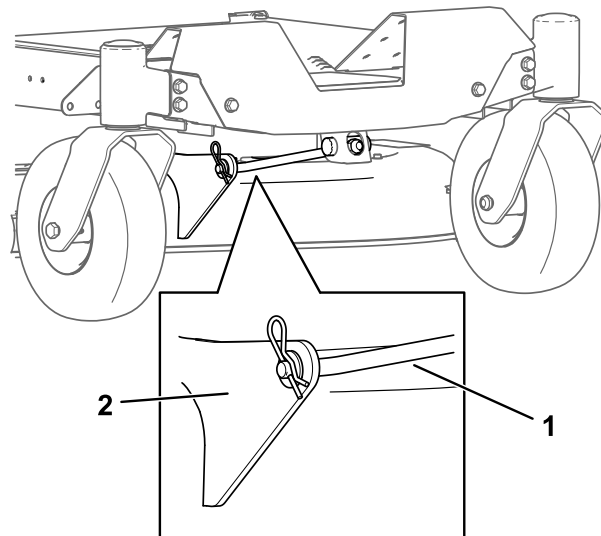

Figura 74
5. Remova o perno de gancho da barra de suporte da frente e remova a barra do suporte da plataforma (Figura 74).
8. Coloque a barra de suporte frontal na plataforma do cortador com o pino de segurança e perno de gancho (Figura 74).